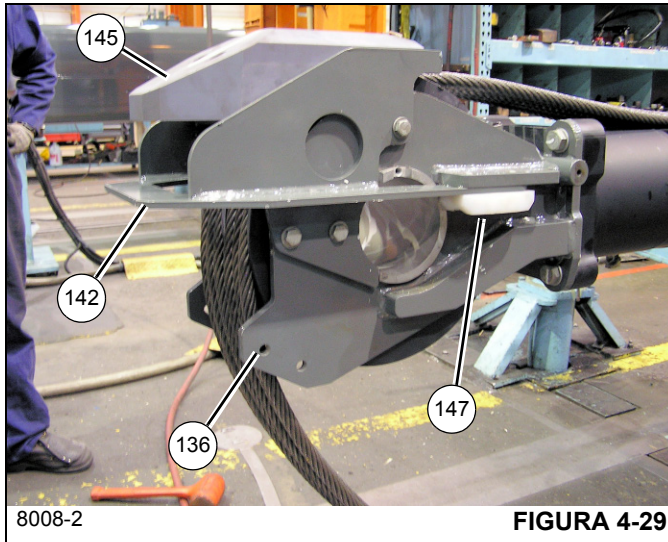
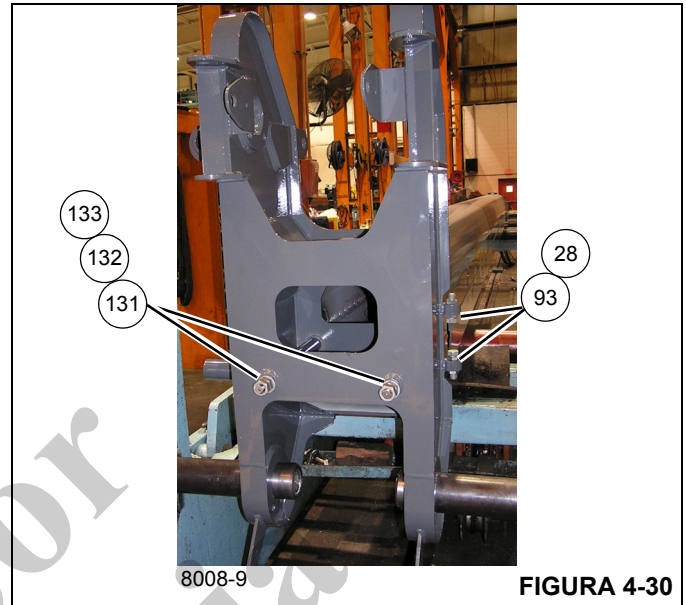

FIGURA 4-29
FIGURA 4-30
6. Instale el miembro soldado del carruaje (142) (vea la Figura 4-29) sobre el miembro soldado de montaje de polea del cilindro telescópico (136) utilizando los seis pernos (20) y las arandelas planas (143).
**NOTA:** Para facilitar el armado, monte el carruaje (142) en el miembro soldado del montaje de la polea del cilindro telescópico (136) instalando primero sólo los dos pernos superiores (20). Gire el eje muescado (141) para alinearlos con el carruaje mientras se instalan los pernos restantes.
7. Instale las almohadillas amortiguadoras (147) en los lados del miembro soldado del carruaje (142) con los cuatro pernos (19) y las arandelas planas (143); compruebe que el lado biselado de cada almohadilla esté orientado hacia afuera (vea la Figura 4-29).
8. Monte la almohadilla de carruaje inferior (145) en el miembro soldado del carruaje (142) utilizando los pernos (44, 146) (vea la Figura 4-29).
9. Instale la almohadilla de carruaje superior (144) en el miembro soldado del montaje de la polea del cilindro telescópico (136) utilizando los cuatro pernos (19), las arandelas de seguridad (17) y las arandelas planas (16).
10. Instale dos graseras (106) en cada extremo del eje hueco (141) y añada grasa hasta que salga por las poleas.
11. Coloque la sección telescópica 4 (5) en la parte delantera del cilindro telescópico (6) con el lado superior hacia abajo y coloque la sección telescópica 4 (5) en unos soportes adecuados.
12. Instale los dos cables de retracción de la sección telescópica 4 (131) a través del interior de la sección telescópica 4 (5) y fije la punta de la pluma con las cuatro tuercas (133) y las dos arandelas (132) (vea la Figura 4-30).